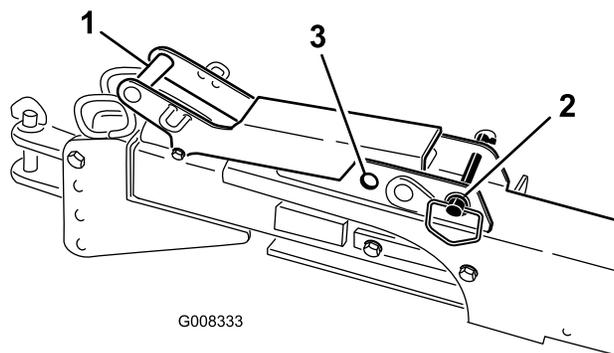

Рисунок 21
- Убедитесь в том, что шпилька рукоятки защелки находится в разблокированном (заднем) положении (Рисунок 21).
Примечание: Заблокируйте узел сцепки в выдвинутом положении, переведя шпильку рукоятки защелки в переднее (заблокированное) положение (Рисунок 21).